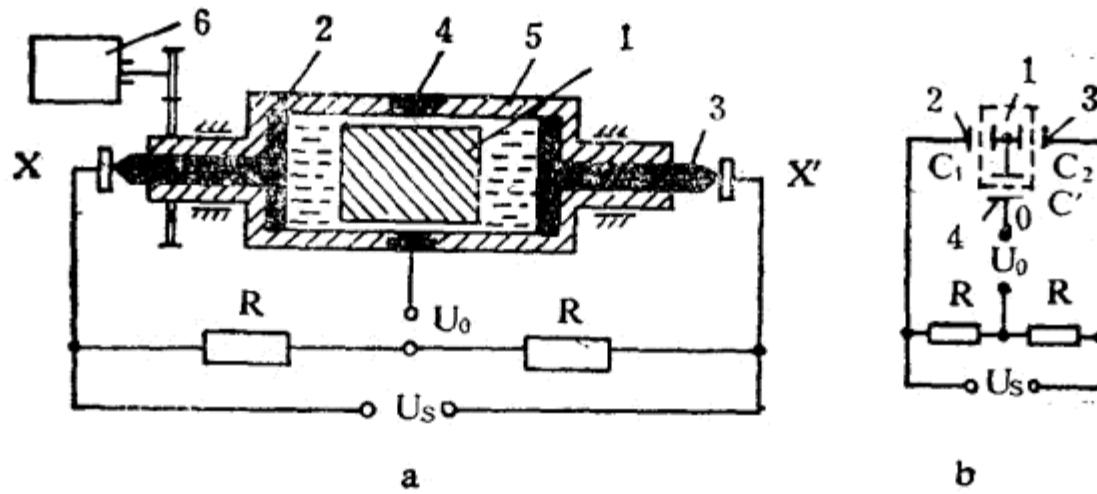

图 4.3.1 (a). 带电容式速度传感器的结构原理图 (b). 电桥电路图
图 4.3.1(a)是用于测速仪(积分式加速度计)中的电容式速度传感器的结构原理图。当沿旋转轴线  $xx'$  方向存在加速度  $a_x$  时，作用于浮子 1 上的惯性力与浮子在运动时所受到的流体阻力平衡，故浮子在转轴线  $xx'$  方向上有位移。当浮子在轴线  $xx'$  方向移动时，它与定极筒 4 之间的电容保持不变，而与定极板 2、3 之间的电容发生变化。电容的变化反映了被测速度的变化。此变化通过电桥转换成输出电压的变化。
**电 路** 电路图如图 4.3.1(b) 所示。它是一种用于积分式加速度计中的交流不平衡电桥电路。定极板 2、3 及定极筒 4 被接入电桥电路中。动极板(浮子)在电路中表示成三元形式并框以虚线。电容  $C'$  的接入虽将略为降低传感器的灵敏度, 但却实现了可动极板的无引线输出。